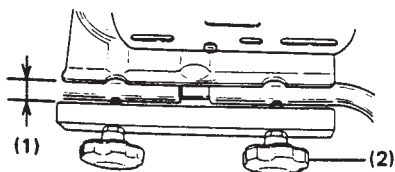

Рис. 1
- 1) Выкрутить 4 кнопки рукоятки приблизительно на дюйм, чтобы разложить обе рукоятки. При излишнем выкручивании кнопки могут выпасть. (Рис. 1)